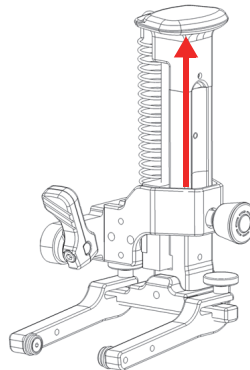

Рис. 3-2 Сдвиг направляющей в положение фиксации
2. Для облегчения установки сканера, поднимите крепления ПЭП, потянув вверх пружинный механизм до фиксированного положения (Рис. 3-2 на стр 67).